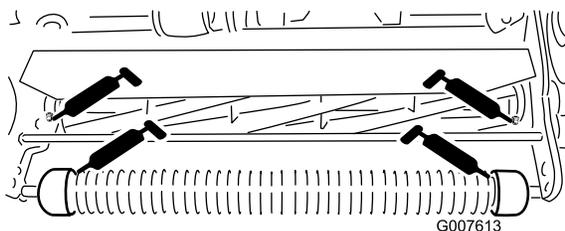

Рисунок 21
- 2 на переднем валике (Рисунок 21)
- 2 на подшипниках барабана (Рисунок 21)